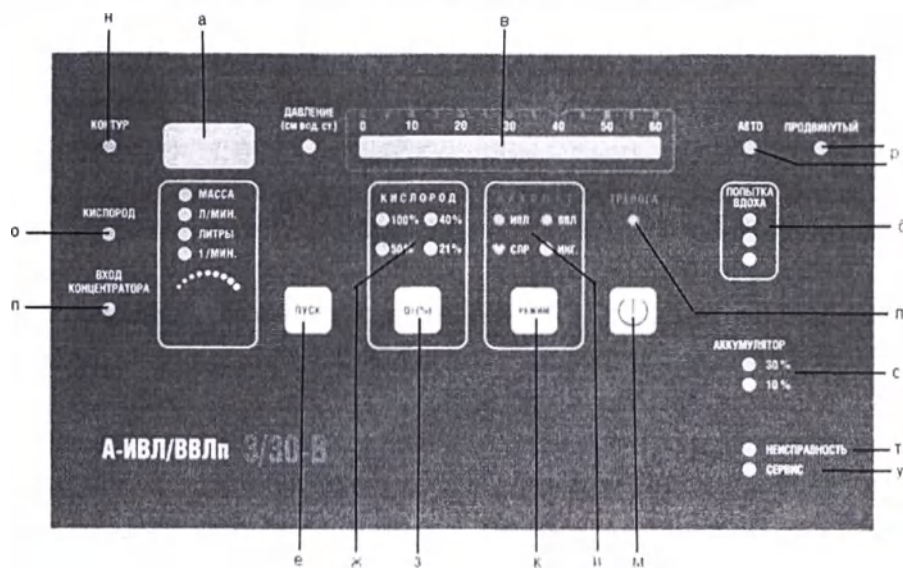

рис.3
4.8. На лицевой панели аппарата (рис.3) расположены: